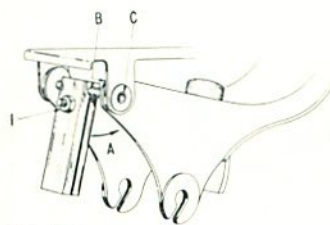

Fig. 23
REPLACEMENT D'UNE CHARNIERE DE COUVERCLE DE COFFRE AR (Fig. 23).
— Par l'intérieur de la voiture, positionner l'outil sur la goupille Mécanindus (fig. 23) et bloquer l'écrou (1).